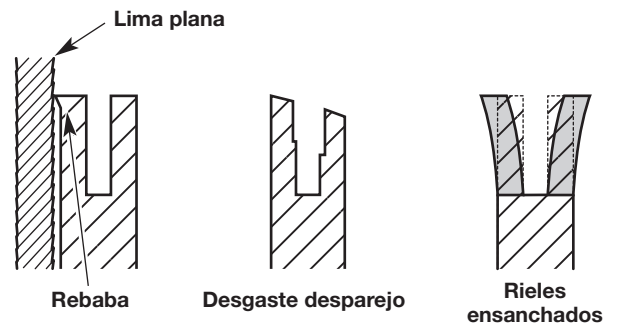

Fig. 43
3. Controle frecuentemente si hay daño en la barra de guía (Fig. 43). El biselado y desbarbado de los carriles de la barra de guía (los rebordes a ambos lados de la canaleta de la barra) es un proceso normal del desgaste de la barra. Estas fallas deben corregirse con una lima tan pronto ocurren (Fig. 43). Una barra de guía con las fallas siguientes debe ser reemplazada: